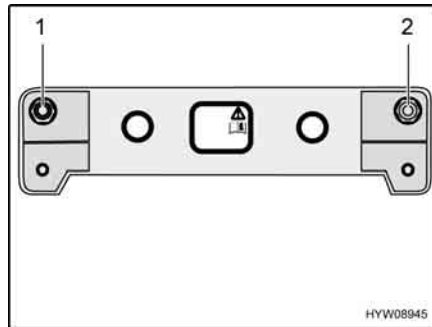

Fig. 23 Valvole di riempimento di emergenza
Nel vano motore sono installate due valvole di riempimento di emergenza (Fig. 23,1 e 2) su una lamiera di sostegno. Queste valvole sono collocate in modo che in base alla loro posizione (nel senso di marcia) possano essere associate ai lati delle molle pneumatiche. Inoltre sono contrassegnate.
- Riempire uniformemente con aria compressa le valvole di riempimento di emergenza (Fig. 23,1 e 2) presenti su entrambi i lati, fino al raggiungimento del livello di marcia normale del veicolo.